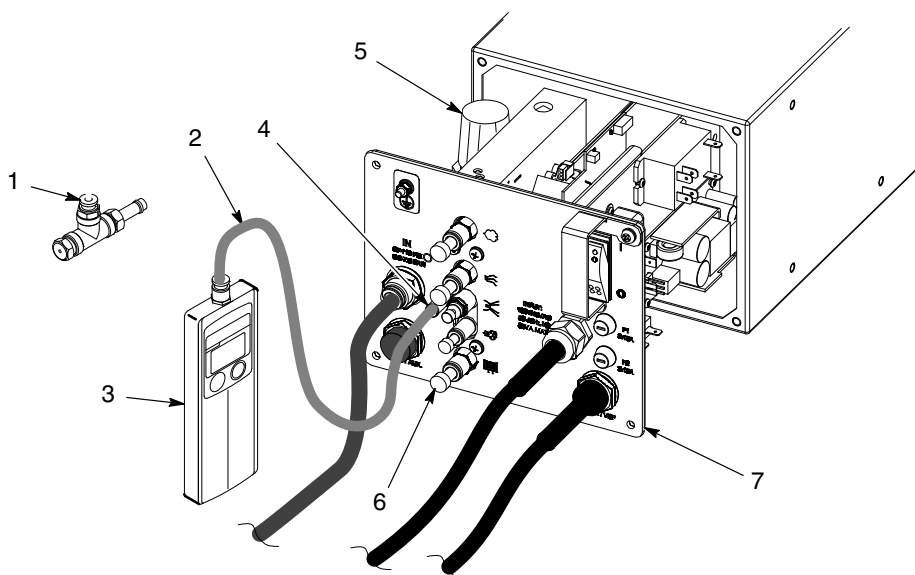

Рис. 6-12 Настройка регулятора
1. См. рис. 6-12. Оттянуть субпанель (7) от корпуса модуля питания достаточно для обеспечения доступа к регулятору.
2. Отсоединить от модуля питания 4-мм шланг воздушной очистки электрода. Отсоединив пневмошланги дозировки, распыла, продувки и псевдооживления, заглушить фитинги 8-мм и 6-мм заглушками (6).
3. Отсоединить 4-мм пневмошланг манометра (2) от узла диафрагмы (1) и заглушить шланг на фитинг (4) воздушной очистки электрода.
6. Вытянуть ручку регулятора (5) и установить при помощи ручки давление чуть выше 85 psi (5,86 бар). Манометр может показывать кратковременные скачки давления, но давление не должно падать ниже 85.